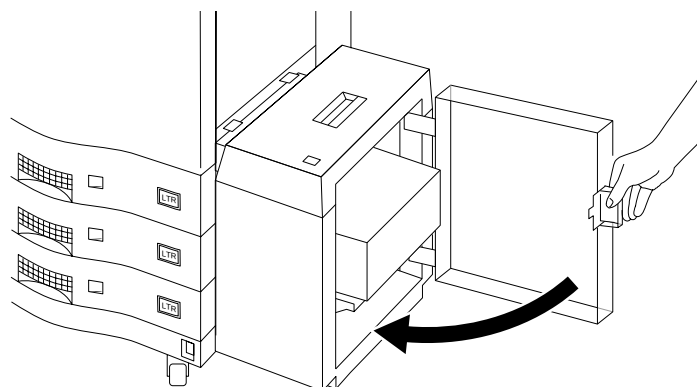

Figura 3-46 Chiusura della porta dell'HCI
3. Chiudere la porta dell'HCI, come mostrato nella Figura 3-46. La carta si solleva automaticamente nella posizione operativa.